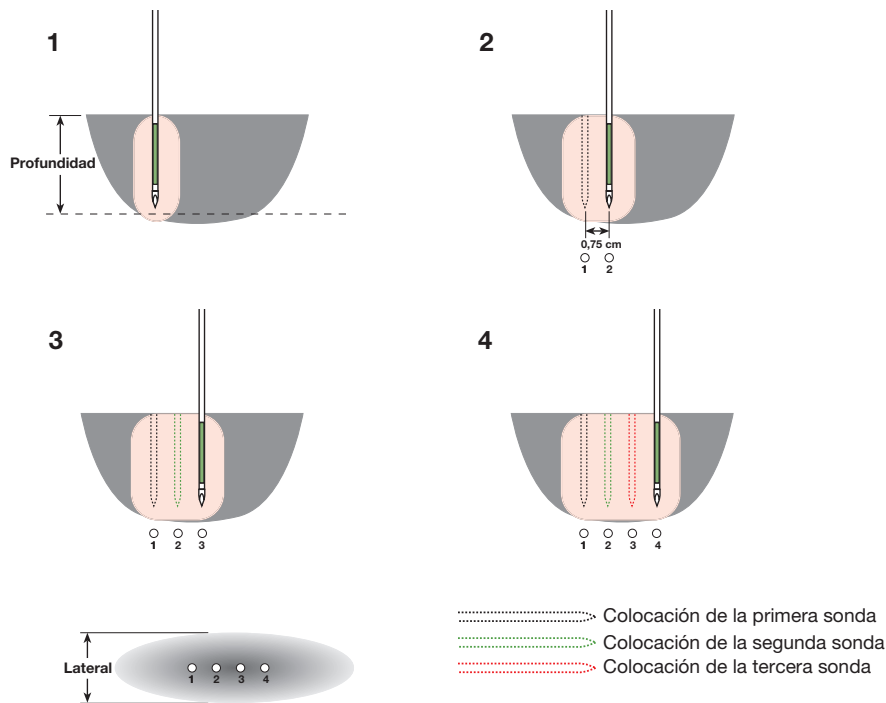

Figura 4-29: Colocación de una sonda en la coagulación planar con una única sonda
3. Utilice la Figura 4-29 como guía para la colocación de la sonda. Coloque la sonda en el tejido objetivo.
Importante: Asegúrese de que la sonda quede insertada superando al menos en 1 mm el área dibujada en verde, como se muestra en la Figura 4-29. Si la sonda se inserta a una profundidad menor, puede producirse un error de potencia reflejada. Si se usa una profundidad de inserción más superficial, puede producirse un error de potencia reflejada.